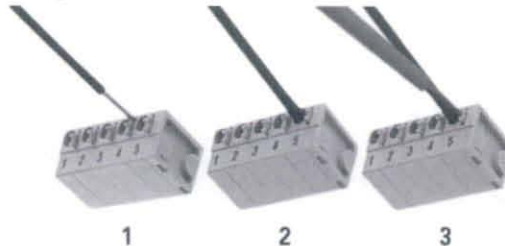

Abb. 1 Anschließen und Lösen der Leitungsverbindungen
- Schließen Sie die Leitungen gemäß dem Anschlussplan an (Anschluss der Federkraftklemmen siehe Abb.1). Befestigung über Dossenschrauben oder Schrauben und Dübel außen.